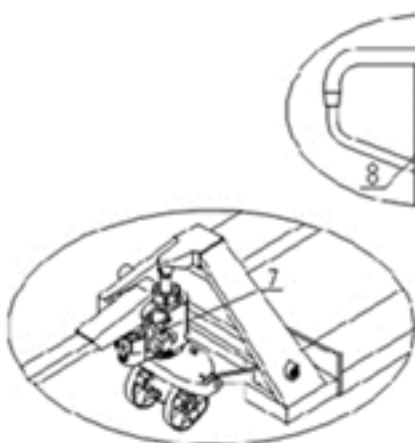

Рис. 3
6. Поверните рукоять в горизонтальное положение, аккуратно извлеките штифт 7 и шплинт 7 для дальнейшего использования (Смотрите рис. 3).